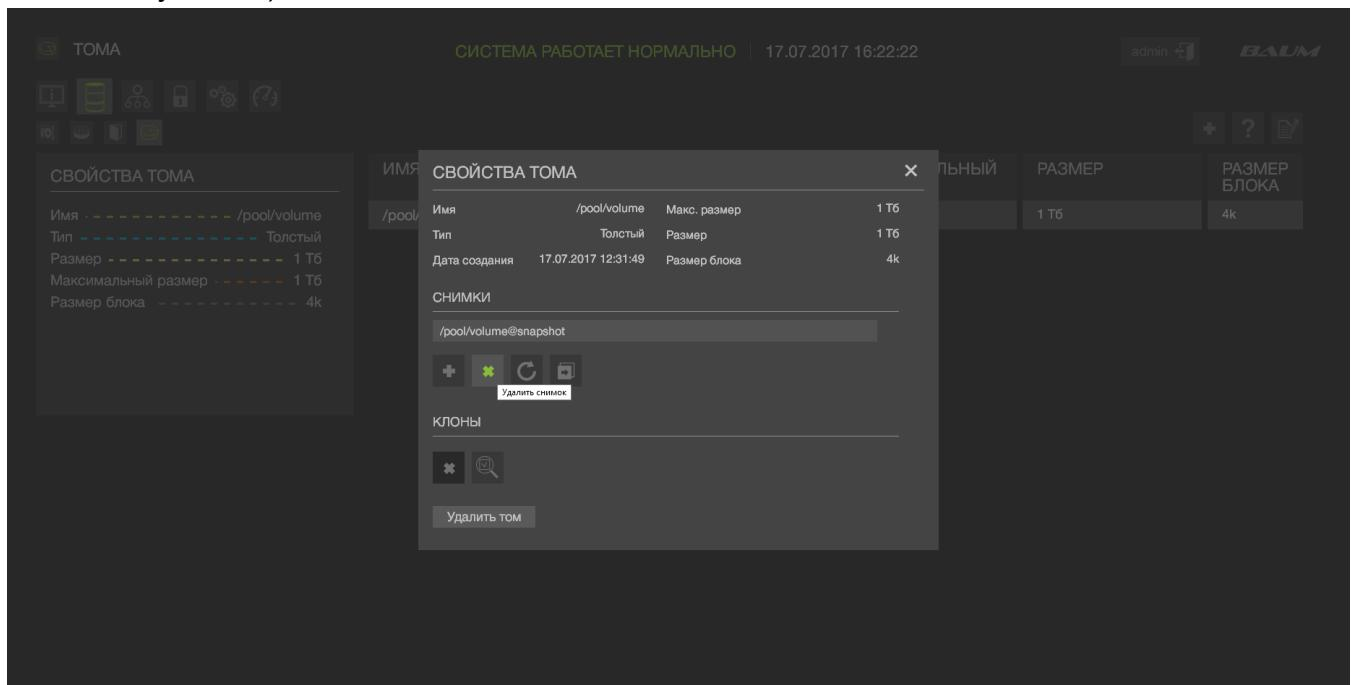

Рисунок 87 – Удаление резервной копии
- 2) В области «Снимки» выбрать нужный снимок и нажать на кнопку «Удалить» (см. Рисунок 87).